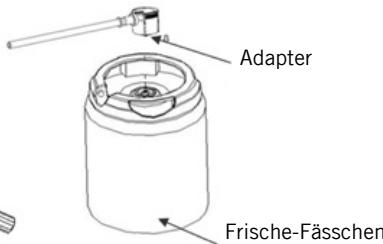

Abb.7b
8. Verbinden Sie nun den Schlauch direkt mit dem Adapter für das Frische-Fässchen (Abb. 7b).